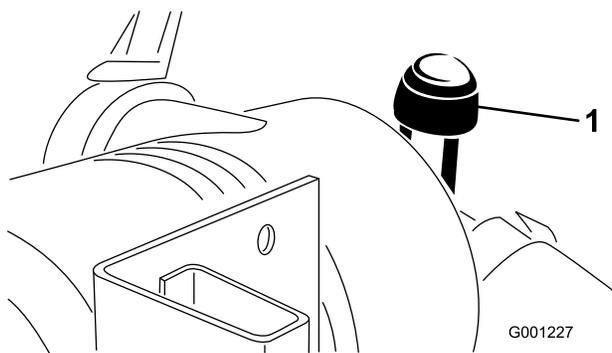

図 46
- エアクリーナの整備はインジケータ(図46)が赤色になっていたら、または400運転時間ごと非常にホコリのひどい場所で使っている場合にはよりひんぱんに行ってください。エアフィルタの整備のしすぎはかえってよくありません。
9. インジケータ(図46)が赤になっている場合はリセットする。